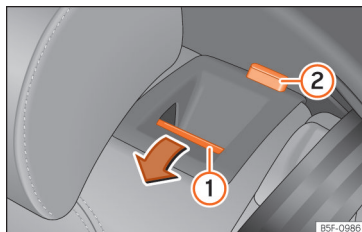

Abb. 110 Rücksitz: Rückenlehne vorklappen.
- Entriegelungstaste »» **Abb. 110** ① nach vorn ziehen und gleichzeitig die Rückenlehne umklappen. Die Rücksitzlehne ist entriegelt, wenn die rote Markierung des Tasters ② sichtbar ist.